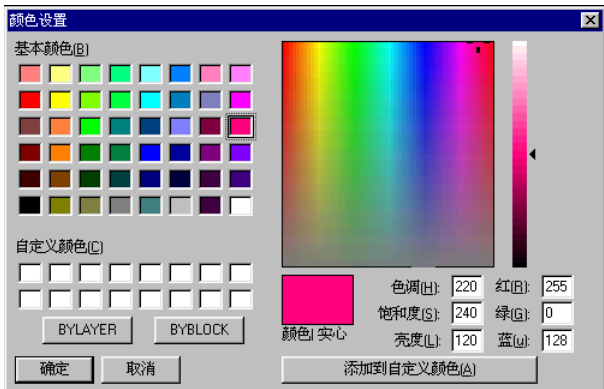

图 3-9 系统设置中颜色设置对话框
(1) 单击【格式】菜单中的【颜色】一项，弹出如图 3-9 所示的对话框。